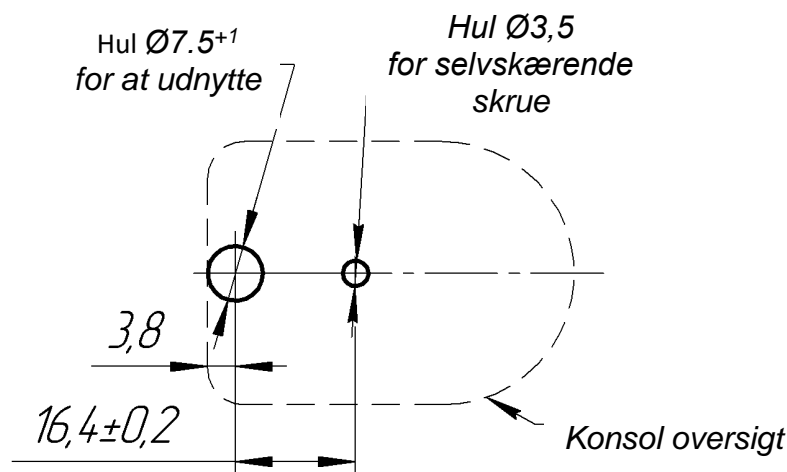

Fig. 1
- Ud af hullerne (se fig. 1) om montering (kontakt) overflade til montering af konsollen (et hul til selen, og et hul til en selvskærende skrue)